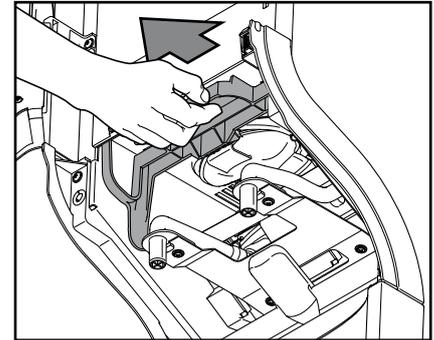

Abb. 44
- d. Ziehen Sie an der Verriegelung, um die gesamte Rührwerkskonsole zu lösen. (Abb. 44)